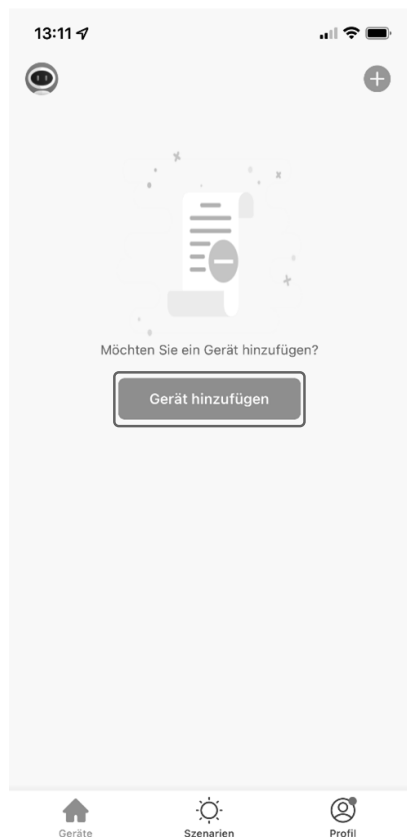

Fig. 1
- ▶ Se nell'app MEDION® Life Plus non è ancora stato registrato alcun apparecchio, toccare il pulsante **GERÄT HINZUFÜGEN** (vedere la fig. 1).